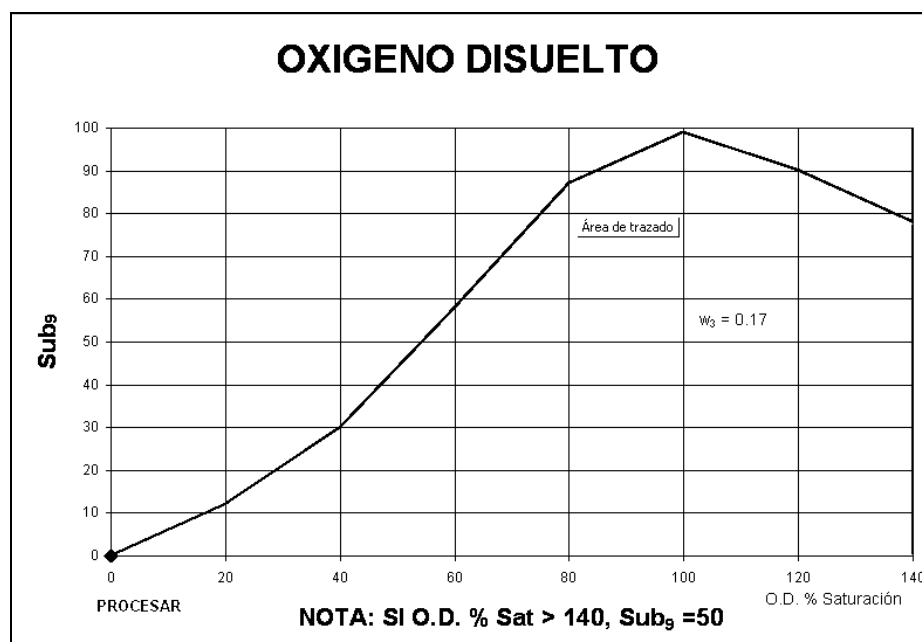

Figura 9 Valoración de la calidad de agua en función del % de Saturación del Oxígeno disuelto
Luego si el % de Saturación de OD es mayor de 140% el (Sub_9) es igual a 47. Si el valor obtenido es menor del 140% de Saturación de OD buscar el valor en el eje de (X) en la **Figura 9** se procede a interpolar al valor en el eje de las (Y). El valor encontrado es el (Sub_9) de Oxígeno Disuelto y se procede a elevarlo al peso w_9 .